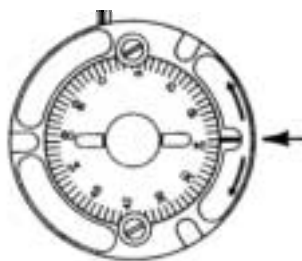

Figure 7.10.5
- E. Retourner le gabarit de manière à faire face au disque. Desserrer la vis d'arrêt du disque de calage. Faire une marque repère sur le disque de calage correspondant à l'index de l'outil T-125. Ceci sera le point de référence du jeu "E" du rupteur primaire. (Voir figure 7.10.5)